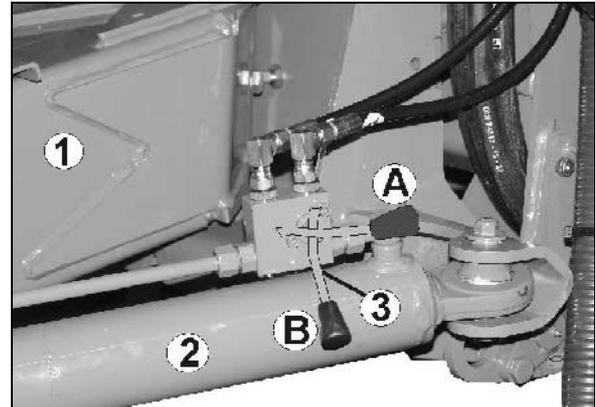

Рис. 79
4. Заблокируйте направляющее дышло (Рис. 79/1), закрыв шаровой кран (Рис. 79/3) в положении В.